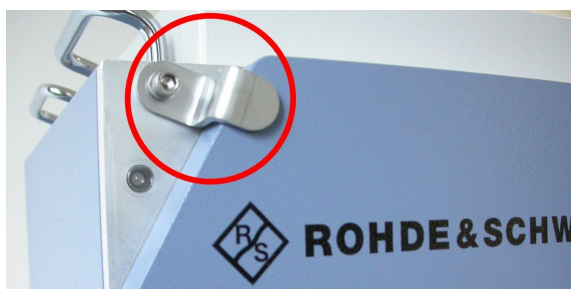

図 5-1: 金属製の安全ラッチ
1. 図 5-1 の説明に従って、安全ラッチを固定します。
チャンバーのドアの左上隅にある金属製の安全ラッチ（図 5-1）は、ドアが誤って開いてしまわないように固定します。